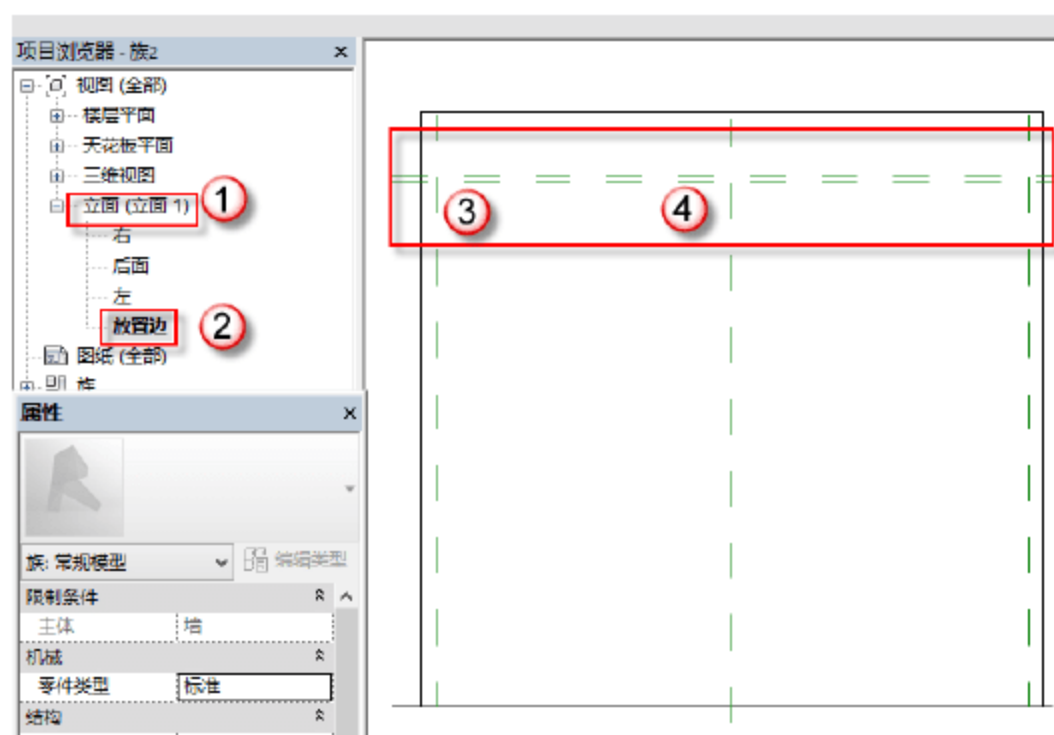

图 8.1.16 辅助线成图
(2) 绘制辅助线。在“项目浏览器”中选择“立面”→（里面 1）→“放置边”按钮，主界面就会进入放置边所对应的立面，在该立面上按快捷键 R+P 和 M+M 绘制辅助线，并根据作图需要调整墙体和辅助线的尺寸，如图 8.1.16 所示。